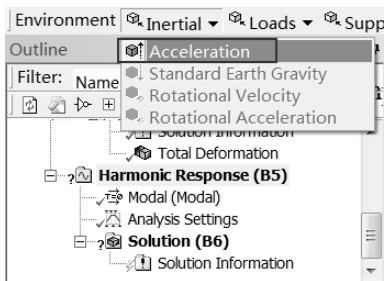

图 7-9 施加惯性力
Step4：选择 Mechanical 界面左侧 Outline（分析树）中的 Harmonic Response（B5）选项，如图 7-9 所示，选择 Environment 工具栏中的 Inertial（惯性） Acceleration（加速度）命令，此时在分析树中会出现 Acceleration 选项。